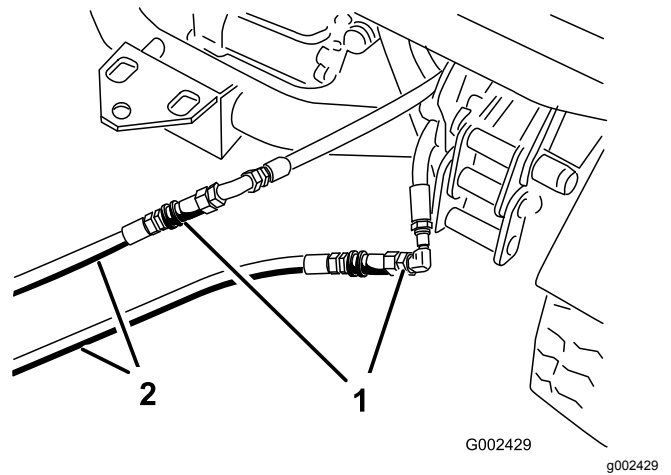

Figure 70
3. Sur la machine en panne, branchez les 2 flexibles de dépannage aux flexibles débranchés (Figure 70).